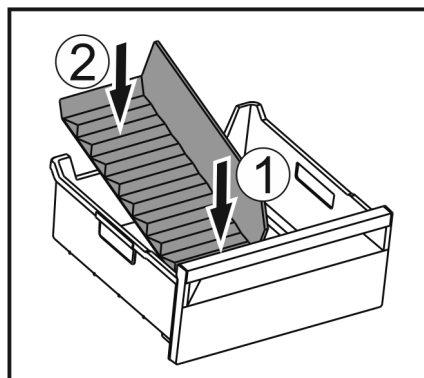

Fig. 75
- Поставете предната част на разделителя на отделението за лед. Fig. 75 (1)
- Спуснете задната част на разделителя на отделението за лед до дъното на чекмеджето. Fig. 75 (2)